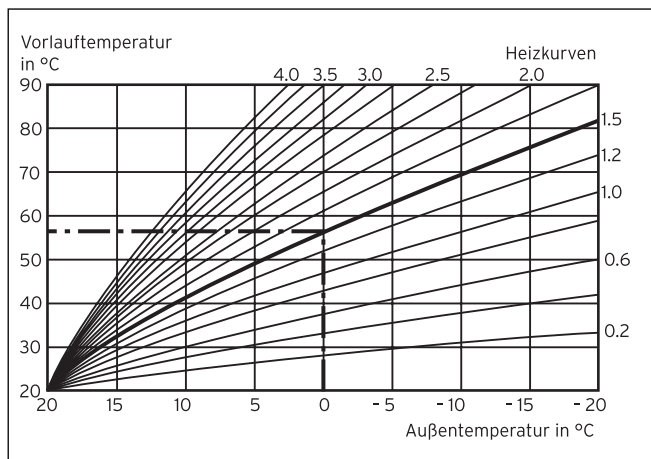

Abb. 4.15 Diagramm mit Heizkurven für eine Raumsolltemperatur von 20 °C
Der Zusammenhang zwischen der Außentemperatur und der erforderlichen Heizungsvorlauf-Temperatur wird in einem Diagramm mit verschiedenen Heizkurven dargestellt (siehe Abb. 4.15). Jede Heizkurve (von 0.2 - 4.0) gibt für die jeweilige Außentemperatur (waagerechte Diagramm-Achse) einen Wert für die Heizungsvorlauf-Temperatur wieder (senkrechte Diagramm-Achse).
- ⇒ Drehen Sie den rechten Einsteller, bis der gewünschte Wert angezeigt wird (Werte von 0.2 bis 4.0 sind möglich, siehe Abb. 4.15).